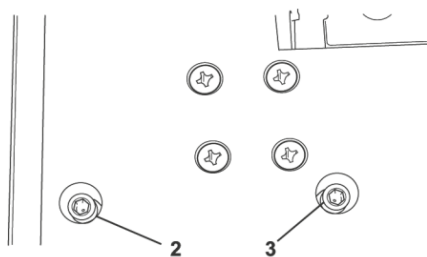

Fig. 10 – Ajuste do ângulo°
5 - Caso seja necessário ajustar o ângulo, na base da máquina existem dois parafusos allen de regulagem. O parafuso allen (2) regula o ângulo de 0° e o parafuso (3) é para a regulagem do ângulo de 45°, fig. 10.